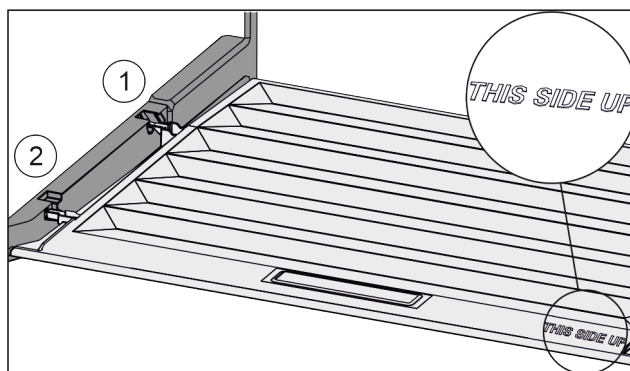

Fig. 74
- Výstupky veka zaveďte cez otvor zadného držiaka Fig. 74 (1) a zaistite vpredu v držiaku Fig. 74 (2).